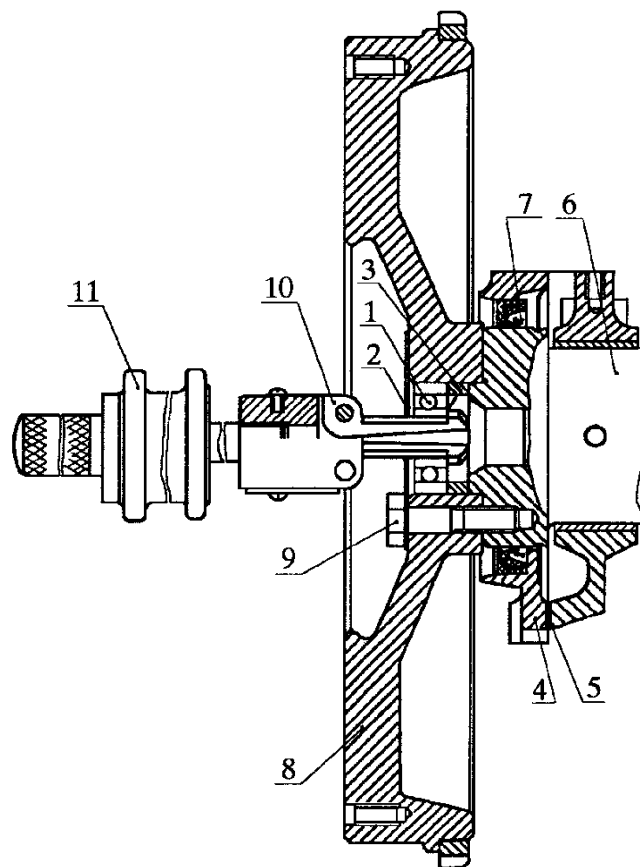

Рис.44. Снятие подшипника первичного вала коробки передач:
- снять с помощью приспособления и съемника подшипник первичного вала из маховика (рис.44);